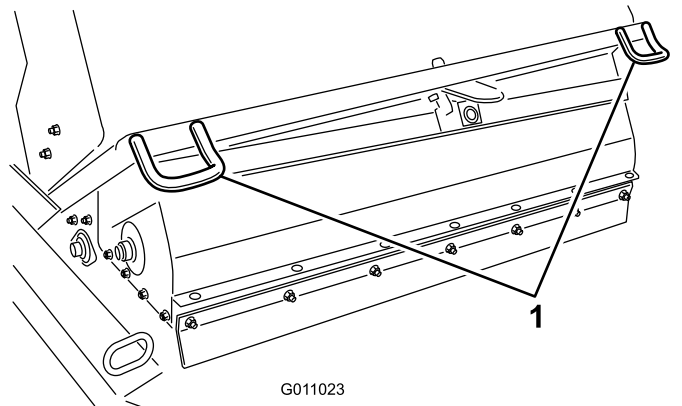
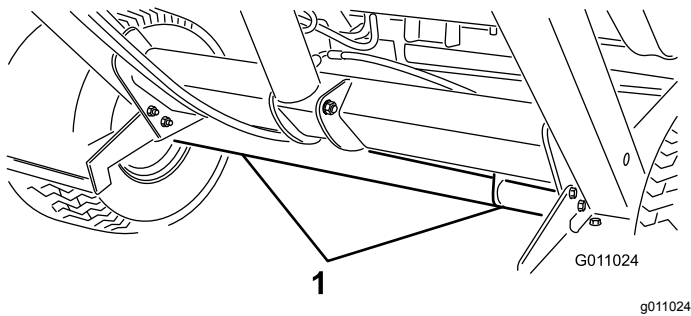

Figure 30
Figure 31
- Pour transporter la machine, utilisez les points d'attache pour fixer l'avant de la machine (Figure 30), et l'essieu (Figure 31) pour fixer l'arrière de la machine à la remorque.